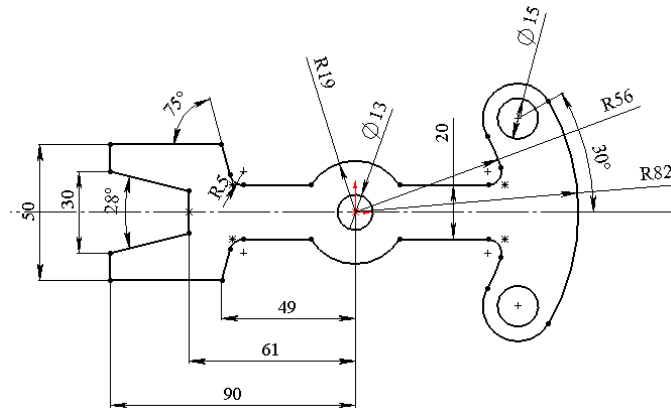

Рисунок 2.4
24. Проставте на ескізі розміри для повного визначення (рис. 2.4). Клацніть на кнопці  Dimension (Розмір) в менеджері команд Sketch (Ескіз). Виділіть праву дугу. Виведіть покажчик за межі ескіза вправо, проставте радіус 82 і натисніть Enter.